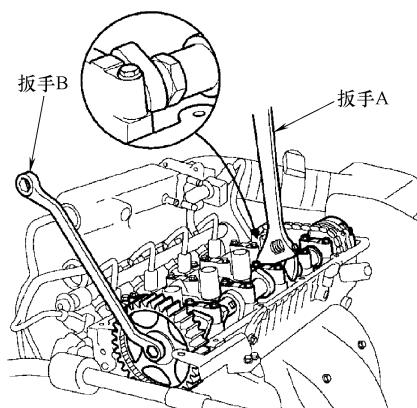

图 31-19 拆卸凸轮轴链轮
19) 如图 31-19 所示, 用扳手 A 固定住凸轮轴六角头部位, 用扳手 B 拆下螺栓和凸轮轴链轮。